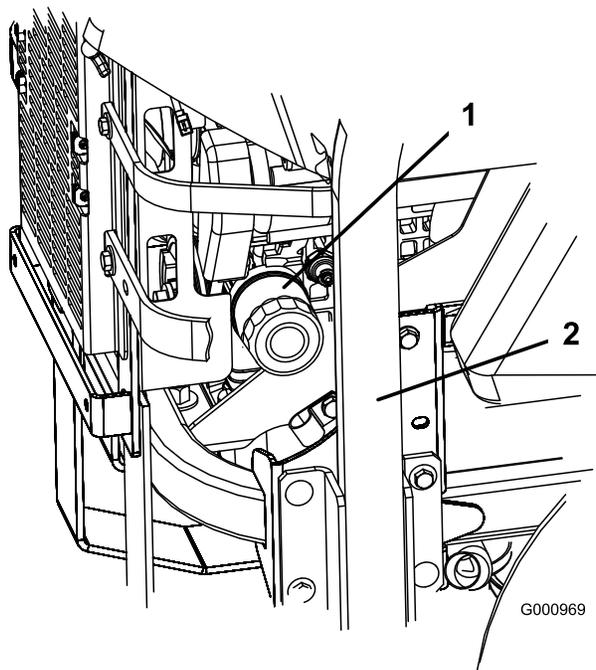
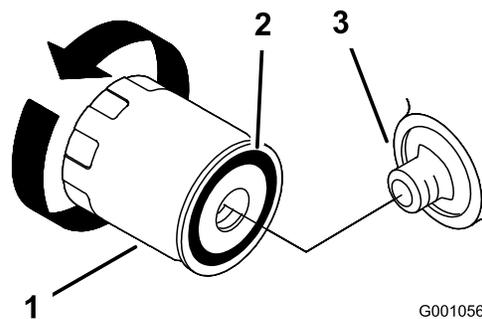

Figura 49
Figura 50
2. Girate il filtro in senso antiorario e toglietelo (Figura 49 e Figura 50).